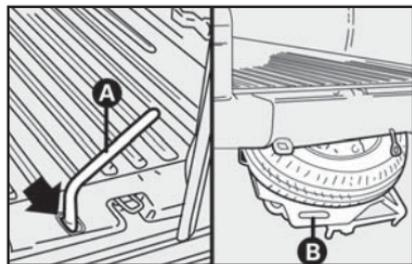

fig. 6
1) Abra a(s) porta(s) traseira(s) e retire a tampa (seta-**fig.6**) de proteção do parafuso do suporte da roda sobressalente.
2) Com a chave de roda, gire o parafuso do suporte no sentido anti-horário até o final do curso (**A-fig. 6**).
5) Puxar a bandeja da roda pela alça indicada **B-fig. 6**.